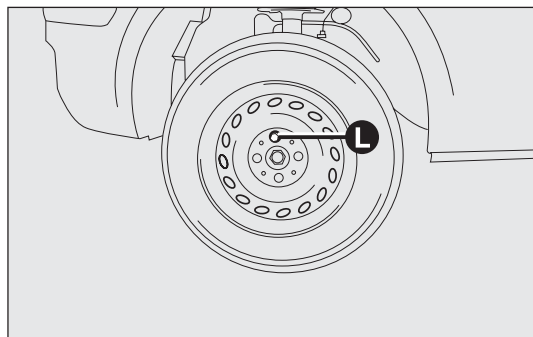

fig. 128
- montare la ruota di uso normale, inserendo il primo bullone L-fig. 128 nel foro vicino alla valvola di gonfiaggio;